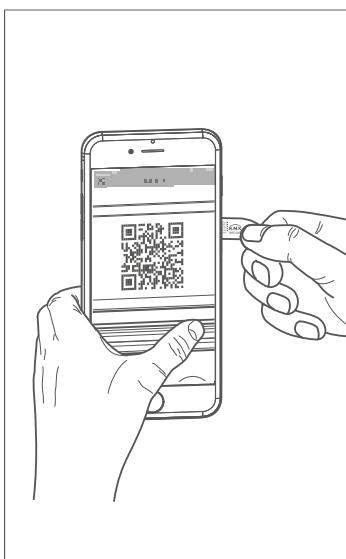
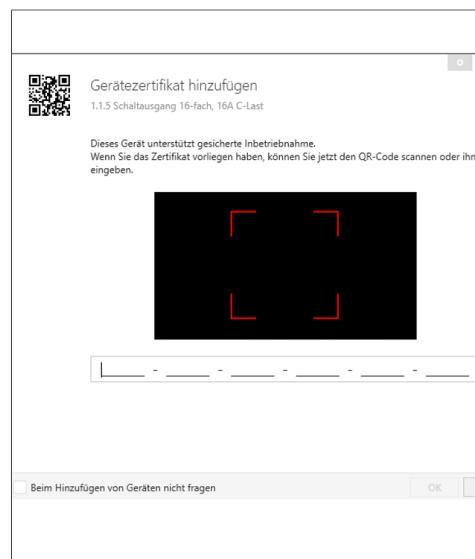

Fig. 14 : Scannage du QR code
Fig. 15 : Saisie manuelle du QR code
- ① Activer le mode de mise en service sécurisé dans ETS.
- ② Saisir le code de l'appareil (QR code) (Fig. 15), le scanner (Fig. 14) ou l'ajouter au projet dans ETS.